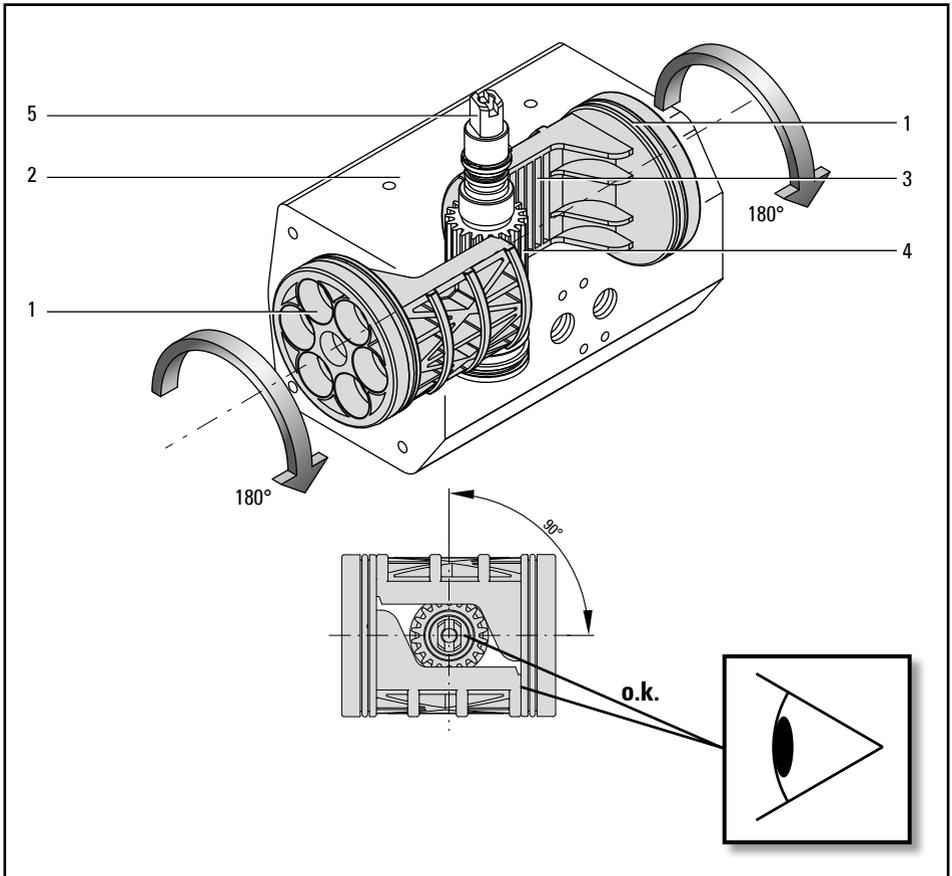

Abb. 5.3 - Drehrichtung ändern, Kolben drehen
Drehen Sie die Kolben (1) um 180° , ohne sie aus dem Gehäuse (2) zu nehmen (siehe Abbildung 5.3).